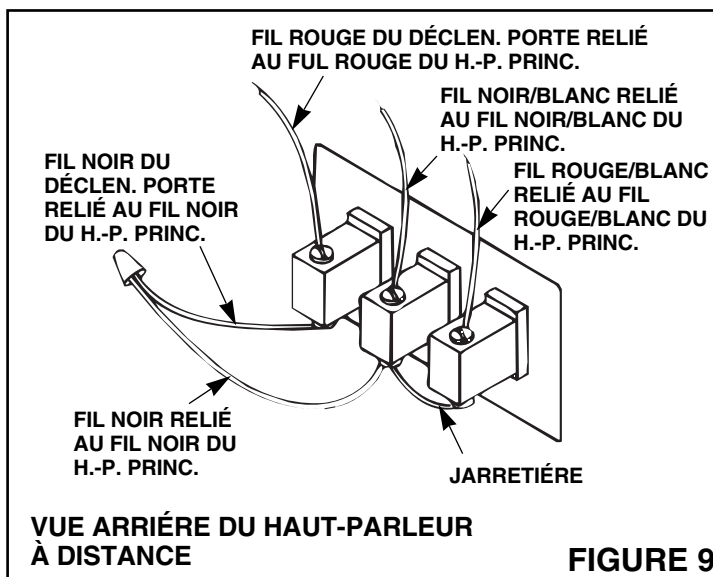

FIGURE 9
2. Raccorder les câbles au haut-parleur à distance selon la Figure 9.